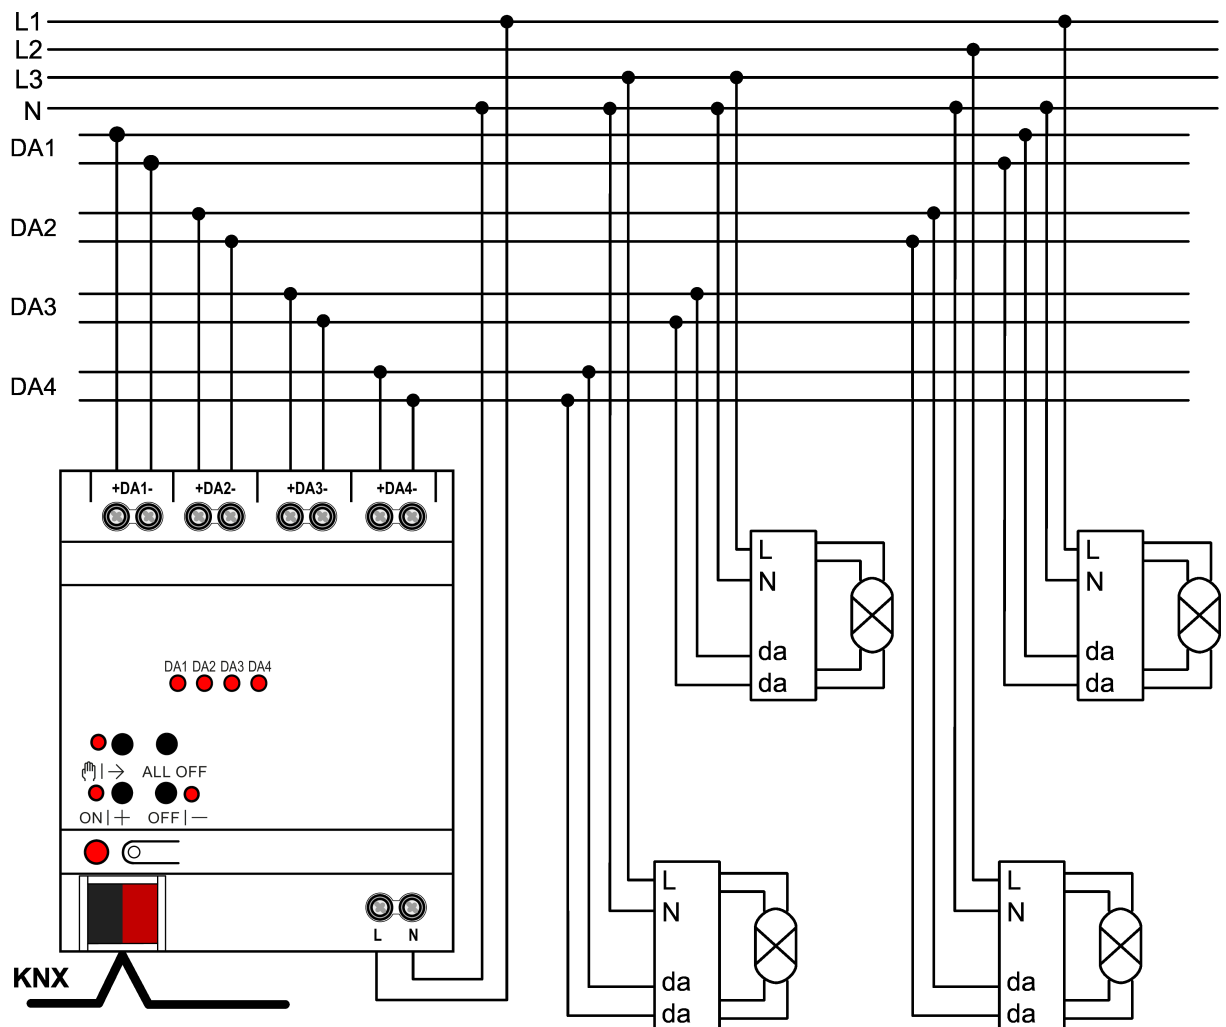

Bild 4: Anschlussbeispiel
- Gerät gemäß Anschlussbeispiel anschließen (siehe Bild 4).